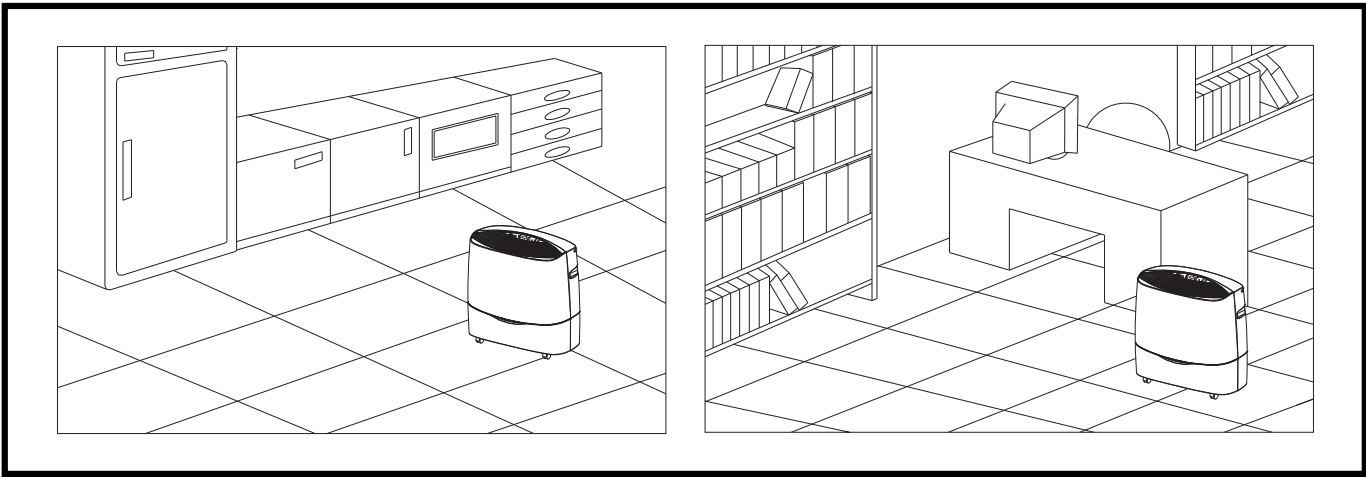

Fig. 1
►► 1. WHERE TO POSITION (FIG. 1.)